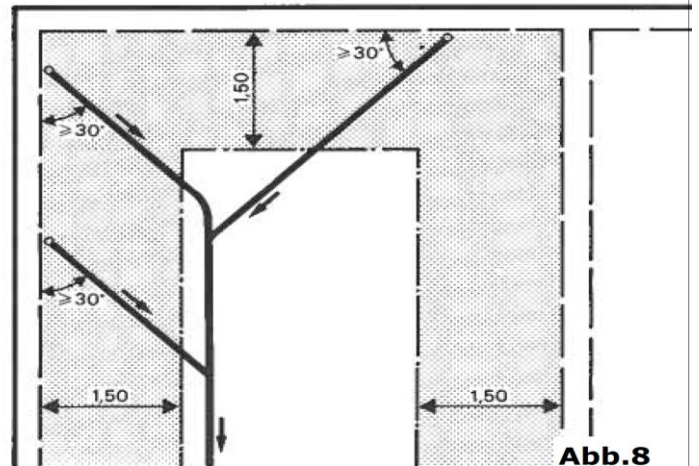

Abb.8
- Die Leitungsführung in der Schutzraumdecke muss gemäss Norm verlegt werden siehe Abbildung 8